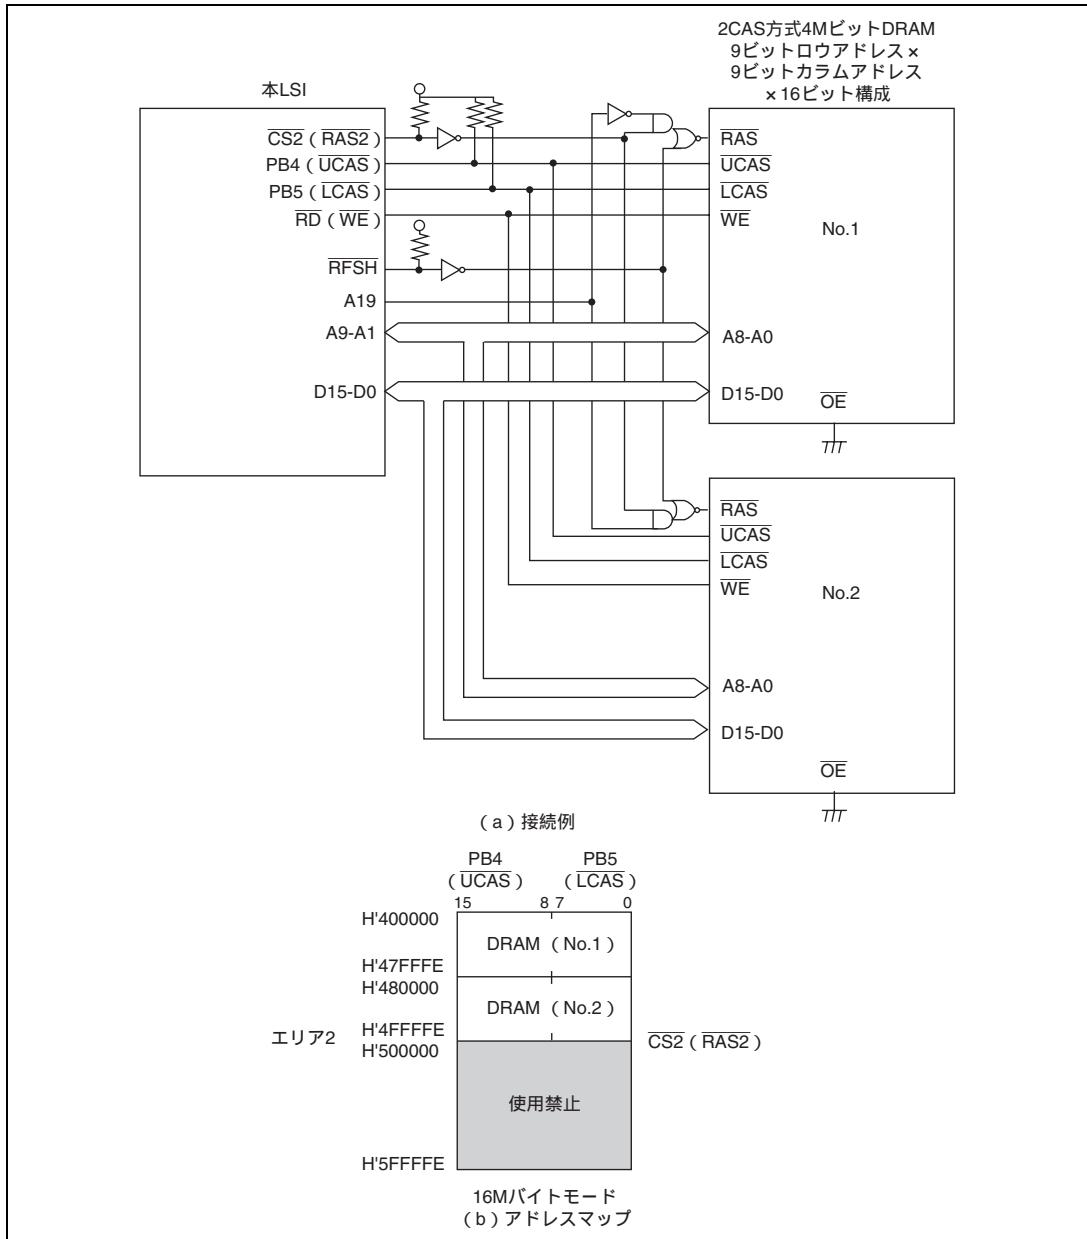

図 6.31 ×16 ビット構成 (2CAS 方式) の 4M ビット DRAM の接続例とアドレスマップ
- (3) 図6.31に4MビットDRAMを2個使用する場合の接続例とそのアドレスマップを示します。9ビットロウアドレス×9ビットカラムアドレスのタイプのものを使用しています。本例では上位アドレスをデコードすることにより、複数のDRAMを一つのエリアに接続しています。この場合、すべてのDRAMを同時にリフレッシュする必要があるため、RFSH端子を使用します。ただし、この接続例では、RASダウンモードは使用できませんので注意してください。